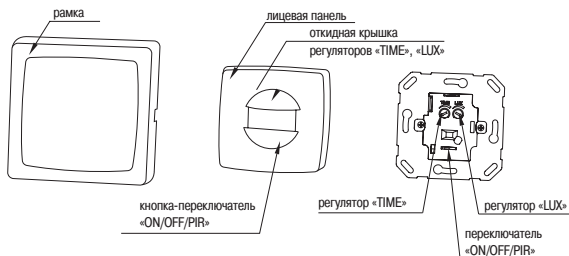

Рисунок 22 – Монтаж ДД 044
5.2.6 Монтаж и подключение ДД 044 (рисунок 22)
– Снять рамку, а затем лицевую панель с основания датчика, по ДД ев её с торца отвёрткой с прямым шлицем (рисунок 22).
Регулятор выдержки времени включения датчика «TIME», освещённости «LUX» находится под откидной крышкой, кнопка-переключатель режимов работы датчика на лицевой панели (рисунок 22). Регулировка осуществляется с помощью отвёртки с прямым шлицем.